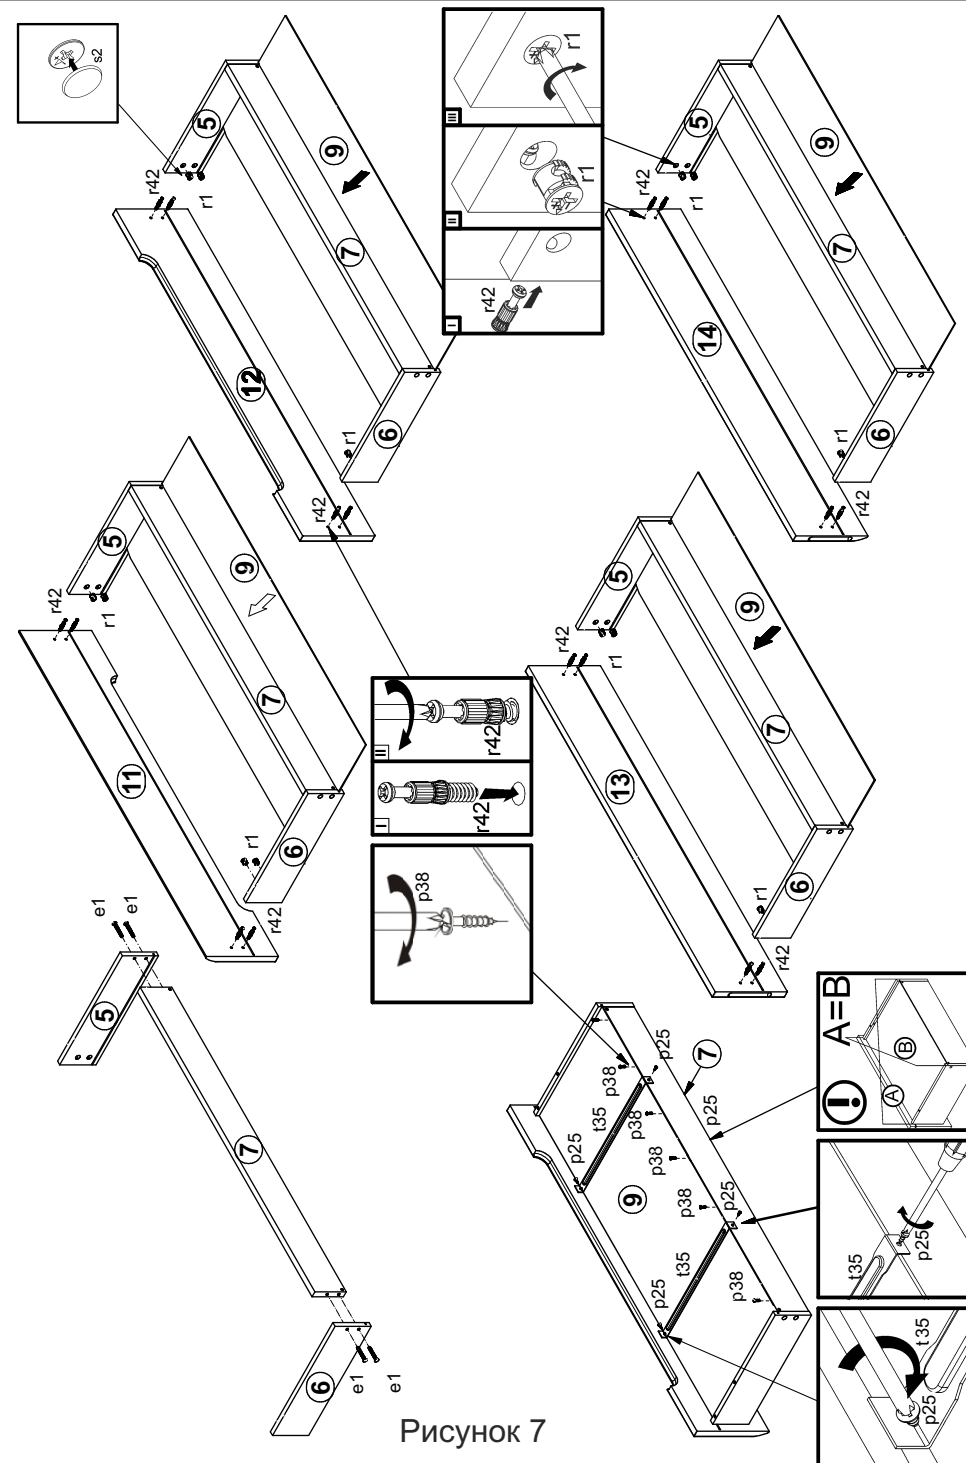

Рисунок 7
4.10 Соединить детали корпусов ящиков 5, 6, 7 с помощью конформатов e1. Для поворота конформатов использовать специальный ключ z1 (см. рис. 7).
4.13 Соединить панели ящиков 11, 12, 13, 14 с корпусами ящиков при помощи эксцентрикиковых стяжек r1, которые соединить с винтами стяжек r42. Для поворота эксцентрикиковых стяжек использовать отвертку (см. рис. 7).
4.14 Вставить дно ящика 9 в пазы в стенках ящиков 5, 6 и панелей ящиков 11, 12, 13, 14, закрепить дно шурупами p38 (см. рис. 7).
4.15 Зафиксировать дно ящика 9 с помощью фиксаторов dna ящика t35 и шурупов p25 (см. рис. 7).
4.17 Закрыть эксцентрикиковые стяжки на стенках боковых ящиков 5,6 заглушками s2 (см. рис. 7)